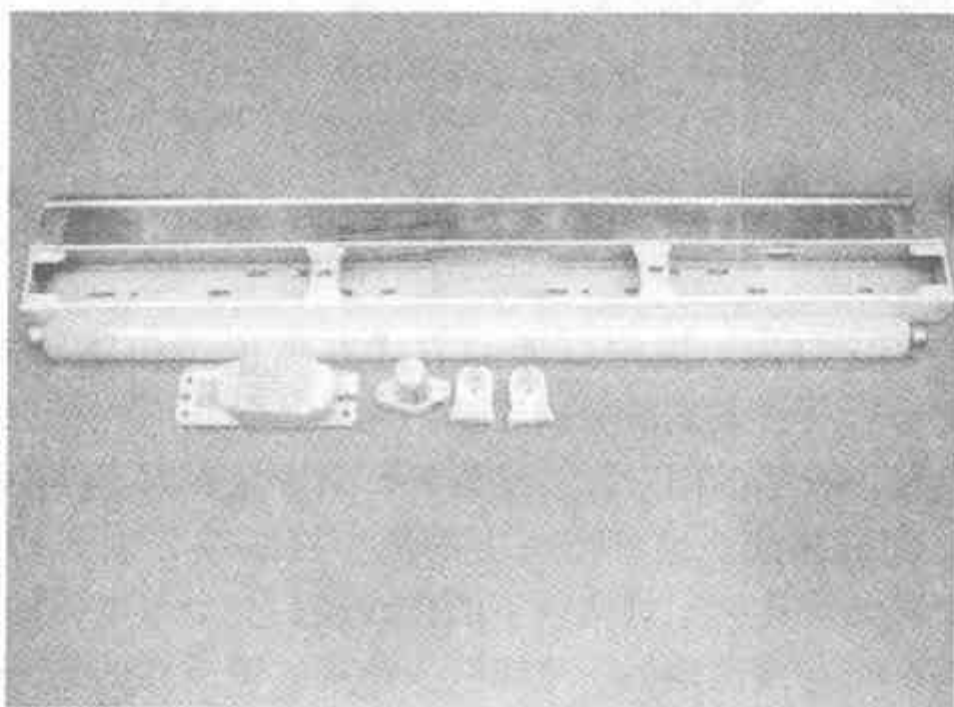

图4-27 全套日光灯零件
(1) 准备灯架。根据日光灯管的长度，购置或制作与之配套的灯架。图4-27为全套日光灯零件。